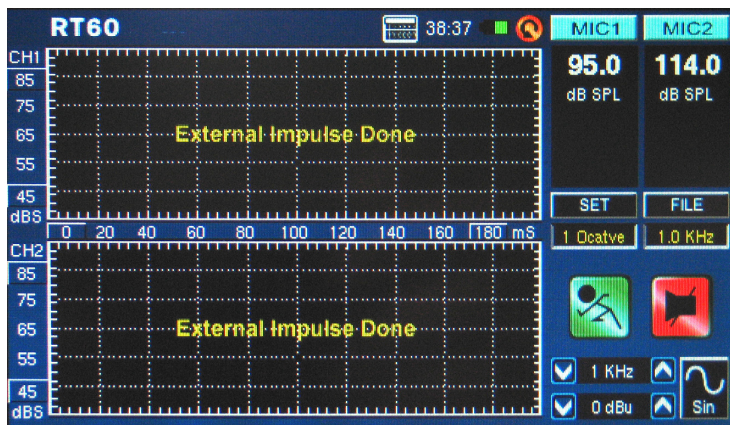

图 39
6. 向上缓慢地调节主音量滑杆控制，直至PAA6接收的音频电平高于背景噪音30dB以上。快速地静音系统以尽可能地获取更精确的RT60读数(图39)。